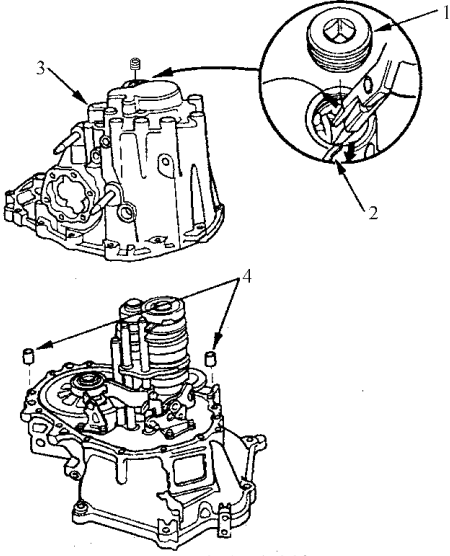

图 4-47 拆卸密封螺钉
5) 如图 4-47 所示，拆卸 32mm 密封螺塞。将 52mm 卡环张开，安装到副轴球轴承上，然后，借助一副卡环钳，将其从凹槽内拆下来。最后拆卸变速器壳体和 $\phi 14\text{mm} \times 20\text{mm}$ 定位销。